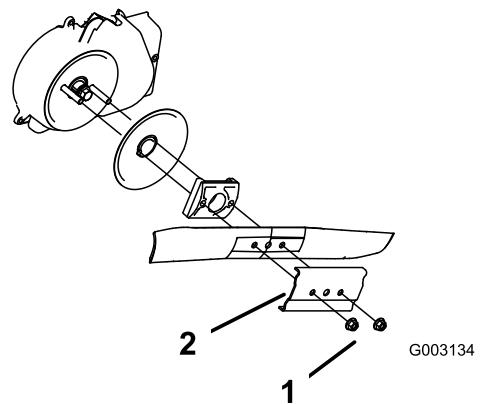

Figure 38
3. Retirez les 2 écrous de la lame et le renfort (Figure 38).
4. Déposez la lame (Figure 38).
5. Posez la nouvelle lame (Figure 38).